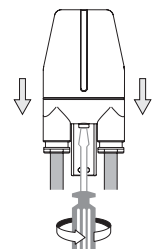

fig. 8
- Fije la cubierta apretando el tornillo imperdible situado en la parte inferior de la base hasta que la cubierta presione la junta y se garantice el cierre hermético (fig. 8).